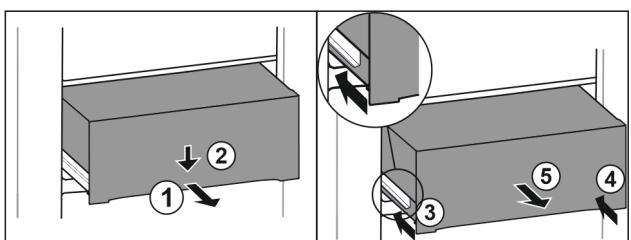

Fig. 112
- Вытяните выдвижной ящик наполовину. Fig. 112 (1)
► Вдавите выдвижной ящик в передней части вниз. Fig. 112 (2)
► Задвиньте левую направляющую прим. на 2 см. Fig. 112 (3)
► Задвиньте правую направляющую прим. на 2 см. Fig. 112 (4)
► Извлеките выдвижной ящик движением вперед. Fig. 112 (5)